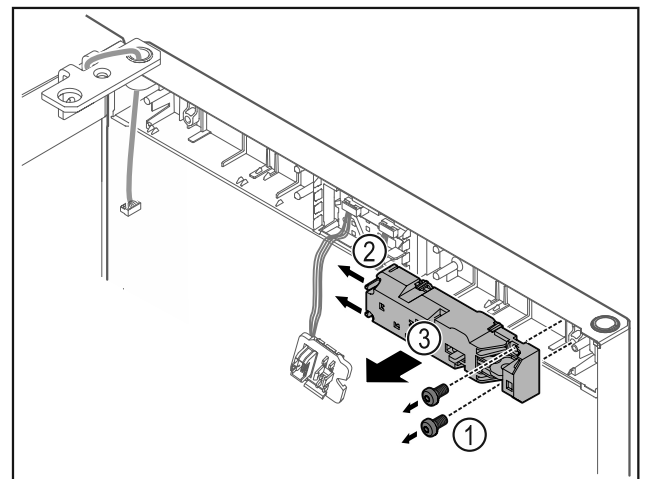

Fig. 12
- Schrauben Fig. 12 (1) entfernen.
- Rastnasen Fig. 12 (2) zur Seite drücken und Fernschloss Fig. 12 (3) abnehmen.